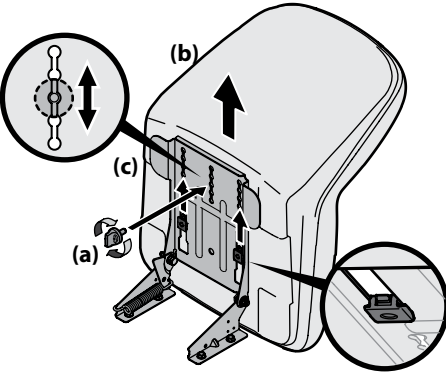

Figura 2-6
3. Deslice el asiento (b) hacia atrás en el soporte de pivote del asiento (c), alineando la ranura trasera central del soporte de pivote del asiento (c) con el orificio restante de la base del asiento (b). Consulte la Figura 2-6.
Nota: Asegúrese que las dos lengüetas del asiento se enganchan en el soporte de pivote del asiento, como se muestra en el recuadro inferior derecho de la Figura 2-6.
4. Seleccione la posición deseada del asiento (b) y fíjelo con la perilla de ajuste (a) que retiró en el Paso 1. Consulte la Figura 2-6.
5. Para ajustar la posición del asiento, retire la perilla de ajuste (a) que está en la parte inferior del asiento (b). Deslice el asiento (b) hacia adelante o hacia atrás, según lo desee. Vuelva a colocar la perilla de ajuste (a). Consulte la Figura 2-6.